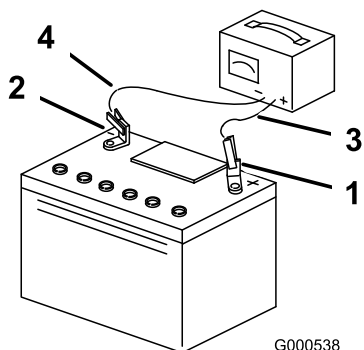

Figura 40
3. Quando a bateria estiver totalmente carregada, desligue o carregador da tomada eléctrica e em seguida desligue os cabos do carregador dos bornes da bateria (Figura 40).